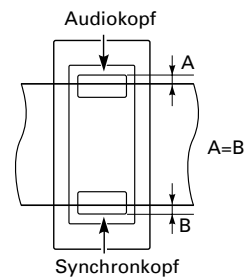

Fig. 9.6
- Das Band mu&Uml; zwischen dem oberen Rand des Audiokopfes und dem unteren Rand des Synchronkopfes laufen. Die Abst&and;e **A** und **B** m&uuml;ssen gleich sein (Fig. 9.6).